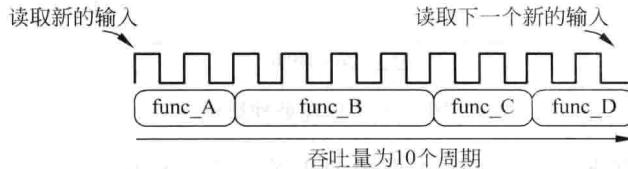

图 5.26 吞吐量表示(1)
(2) 设计吞吐量：在两个新输入数据之间的周期数。如图 5.26 所示，该吞吐量为 10 个周期。并且：
- ① 默认地，在没有并发的情况下，吞吐量和延迟相同；
- ② 当该交易结束时，开始下一个交易；
- ③ 吞吐量和延迟之间存在一定的关系。